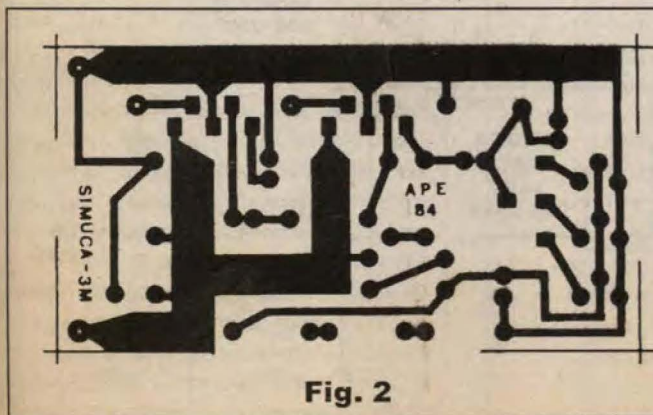

Fig. 2
- FIG. 2 - LAY OUT DO CIRCUITO IMPRESSO ESPECÍFICO - Direto e simples... Apesar de tratar-se de uma montagem com declaradas intenções profissionais, o impresso do SIMUCA-3M é extremamente fácil de ser cópiado, traçado e confeccionado... A única observação que fazemos é quanto à largura maior do que a usual em algumas das trilhas, justificada pela passagem (por elas...) de correntes também mais *bravas*... De resto, é copiar cuidadosamente, traçar com atenção, promover a corrosão dentro das normas e - ao final - conferir tudo minuciosamente, corrigindo eventuais erros, falhas, lapsos, *curtos*, etc., que tenham restado entre as pistas e ilhas... Conforme vocês sabem, é perfeitamente possível *aproveitar* um impresso que tenha saído da corrosão com pequenos defeitos, através de truques simples de correção (emendando pistas falhadas com uma gotinha de solda, por
- FIG. 4 - CHAPEADO DA MONTAGEM - Na FIG. 2 tínhamos observado, com detalhes totais, o lado cobreado da placa, em tamanho natural... Agora, viramos o impresso para enfatizar a colocação/identificação dos componentes que ficam do lado não cobreado da placa, e com o diagrama ainda em tamanho natural (para facilitar a conferência e comparação...). É bom lembrar que muitos dos